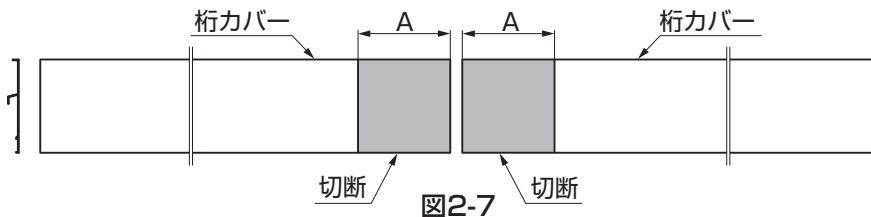

図2-7
①桁カバーの連結側を切断加工してください。(表2-1、図2-7参照)